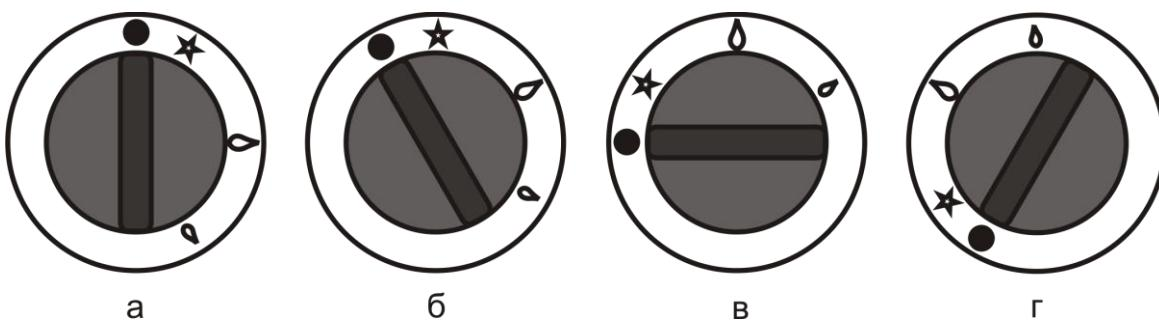

Рис. 2. Соответствие положения ручки крана режиму работы горелок
- Убедитесь в том, что ручки кранов находится в положении, соответствующем закрытому состоянию (рис.2а). Если кран находится в открытом состоянии, слегка нажав на ручку крана и повернув ее по ходу часовой стрелки до упора.
После окончания работы с устройством необходимо перевести ручки кранов в закрытое состояние (рис.2а) и закрыть кран газопровода.
**Внимание! При первом включении устройства, а также после каждой замены баллона СУГ необходимо выпустить воздух из газового тракта. Для этого удерживайте ручку крана в нажатом состоянии в положении «розжиг запальной горелки» (рис. 2б) в течение 1-2 минут, либо до появления запаха газа, после чего можно приступить к розжигу горелок.**
- В исходном состоянии ручка крана находится в положении, соответствующем закрытому состоянию крана (рис.2а).
- Нажав на ручку крана до упора и, удерживая её в нажатом состоянии, поверните её против хода часовой стрелки в положение «розжиг запальной горелки» (рис.2б). Через 3 - 5 секунд поднесите источник огня к запальной горелке через смотровое окно или нажмите кнопку пьезорозжига. Если горелка не зажглась, отпустите ручку крана и, при повторном нажатии на ручку, вновь поднесите источник огня к запальной горелке или нажмите кнопку пьезорозжига. После появления пламени в запальной горелке, удерживайте ручку крана в нажатом состоянии в течение 5-10 секунд, до срабатывания предохранительного клапана, кнопку пьезорозжига при этом можно отпустить. Затем отпустите ручку управления и убедитесь, что запальная горелка горит. Если запальная горелка погасла, следует повторить процедуру розжига.
- При повороте ручки крана, с легким нажимом на нее, против хода часовой стрелки – кран открывается и осуществляется розжиг основной горелки. Положение крана в режиме «максимальное пламя» и «малое пламя» представлено на рис. 2в и рис. 2г, соответственно.
- При повороте ручки по ходу часовой стрелки в положение «розжиг запальной горелки» (рис. 2б) – главная горелка гаснет, а запальная горелка остается зажженной (дежурный режим).
- Для выключения запальной горелки необходимо слегка нажать на ручку крана и повернуть ее по ходу часовой стрелки до упора в положение «кран закрыт» (рис.2а).
- Включите горелку и переведите ручку крана соответствующей горелки в режим «малого пламени» (рис.2в).